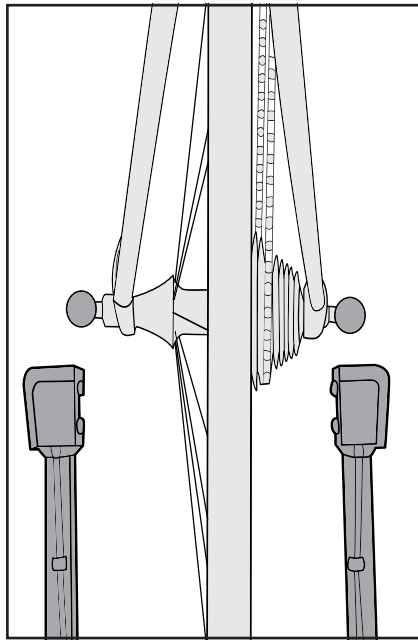

Figure 12
3. Roll your bicycle into position with the rear wheel in-between the arms of the variable width yoke. (Figure 12)
3. Déplacez votre vélo jusqu'à ce que la roue arrière se place entre les bras de l'attelage à largeur variable. (Figure 12)
3. Rollen Sie das Fahrrad so, dass sich das Hinterrad zwischen den Armen der verstellbaren Gabel befindet. (Abbildung 12)